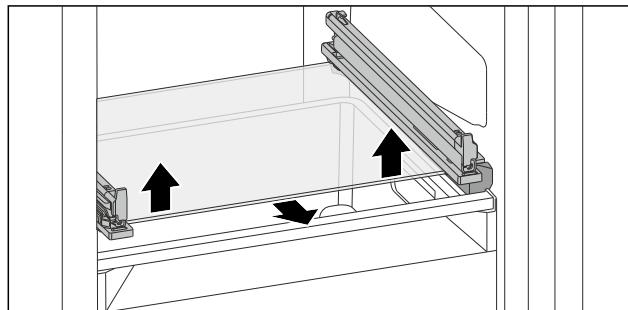

Fig. 73 Placa de vidrio del cajón inclinable
- ▶ Empuje la placa de vidrio desde abajo hacia arriba por ambos lados. (consulte Fig. 73)